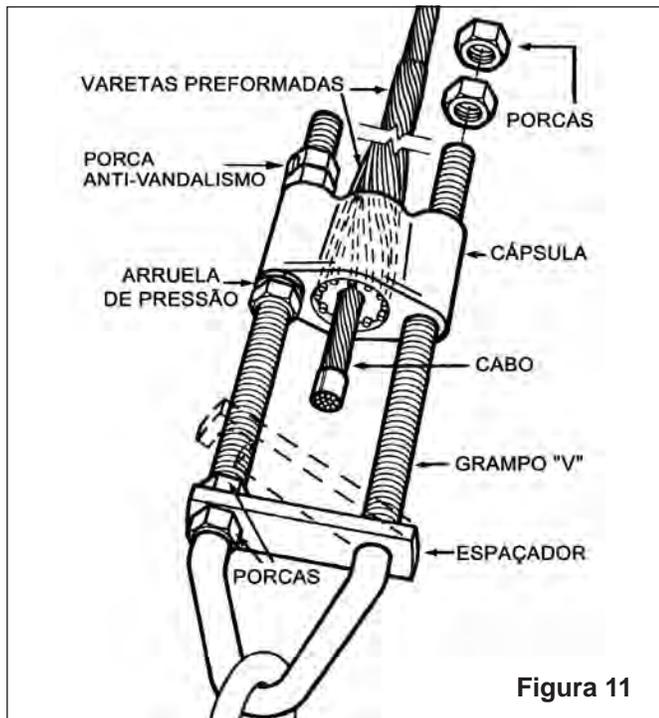

Figura 11
11. Conjunto Inferior: Coloque a Arruela de Pressão, conforme figura 11, e introduza o Grampo "V" na Cápsula. Rosqueie as Porcas e aperte até que a tensão na corrente do tirfor seja aliviada, figura 11a. Em seguida aperte as porcas de travamento e as porcas do Espaçador e remova a corrente do tirfor, figura 11b.